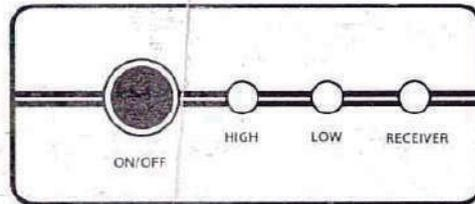

Fig.6
**2-** Trabajando con la caja del receptor: (Fig. 6)